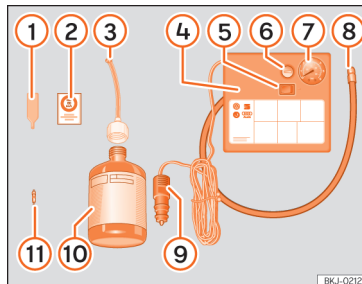

Fig. 229 Representação standard: conteúdo do kit antifuros.
O kit antifuros está localizado na bagageira, por baixo do revestimento do piso. Inclui os seguintes componentes »» **Fig. 229:**
- Desenrosque a proteção e o obus da válvula do pneu. Utilize o aparelho »» **Fig. 229 1** para retirar o obus. Coloque-o numa superfície limpa.
- Agite com força a garrafa de vedante de pneus »» **Fig. 229 10**.
- Enrosque o tubo de enchimento >>> **Fig. 229 ③** na garrafa de vedante. O selo da garrafa partir-se-á automaticamente.
- Remova o tampão do tubo de enchimento >>> **Fig. 229 ③** e enrosque a extremidade aberta do tubo na válvula do pneu.
- Volte a colocar o obus com o aparelho >>> **Fig. 229 ①** na válvula do pneu.
- Enrosque o tubo de enchimento do pneu do compressor >>> **Fig. 229 ⑧** na válvula do pneu.
- Verifique se o parafuso de evacuação de ar está fechado >>> **Fig. 229 ⑥**.
- Ligue o conector >>> **Fig. 229 ⑨** a uma tomada de corrente de 12 volts do veículo >>> **Página 232**.
- Ligue o compressor de ar com o interruptor ON/OFF >>> **Fig. 229 ⑤**.
- Cole o autocolante >>> **Fig. 229 ②** no painel de instrumentos, dentro do campo visual do condutor.
Volte a enrosque o tubo de enchimento >>> **Fig. 229 ⑧** e verifique a pressão no manómetro **⑦**.